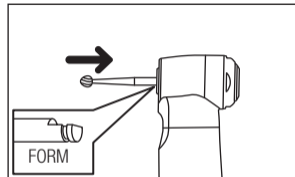

Fig. 1
- 2) Insérez la fraise dans la tête jusqu'à ce que vous entendiez un clic. (Fig.1)